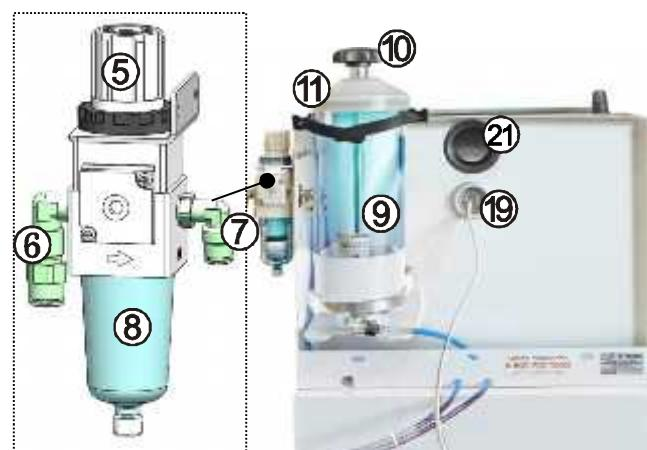

Рис. 2
5.10 Подключить трубку (18) одним концом к штуцеру (6, **рис.2**), другим - к внешнему источнику воздуха (быстроразъемный штуцер), (см. **Меры безопасности**, Приложение «Эксплуатация быстроразъемного соединения»).